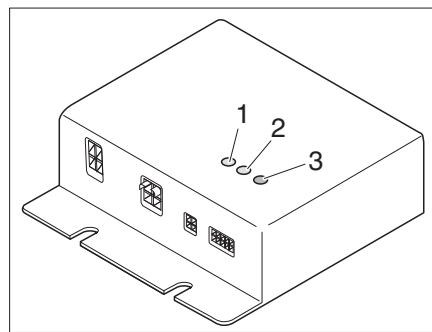

Fig. 299 Aparato regulador
El aparato regulador (Fig. 299) está montado en el armario ropero. Las luces de control del aparato regulador tienen el siguiente significado:
- El LED de control (Fig. 299,1) CC1 se enciende verde: El circuito de calefacción 1 está en funcionamiento
- El LED de control (Fig. 299,2) CC2 se enciende verde: El circuito de calefacción 2 está en funcionamiento
- LED de error (Fig. 299,3)